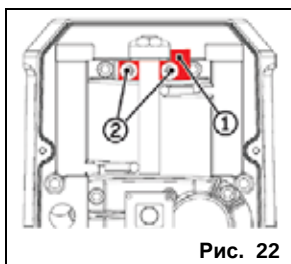

Рис. 22
3. Развернуть упорную планку на 180° и снова поставить на место (рис. 22, поз. 1).
4. Снова затянуть два винта (рис. 22, поз. 2).